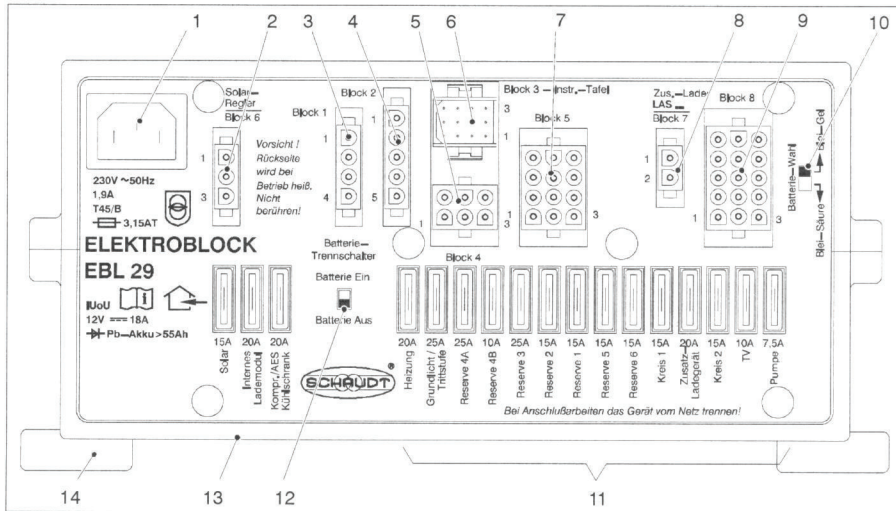

Bild 3 Aufbau Elektroblock EBL 29 (Front)
- ▶ Batterie-Trennschalter (siehe Abb. 3, Pos 12) in Stellung "Batterie Aus" bringen. Folgende Anschlüsse werden von der Wohnraumbatterie getrennt: